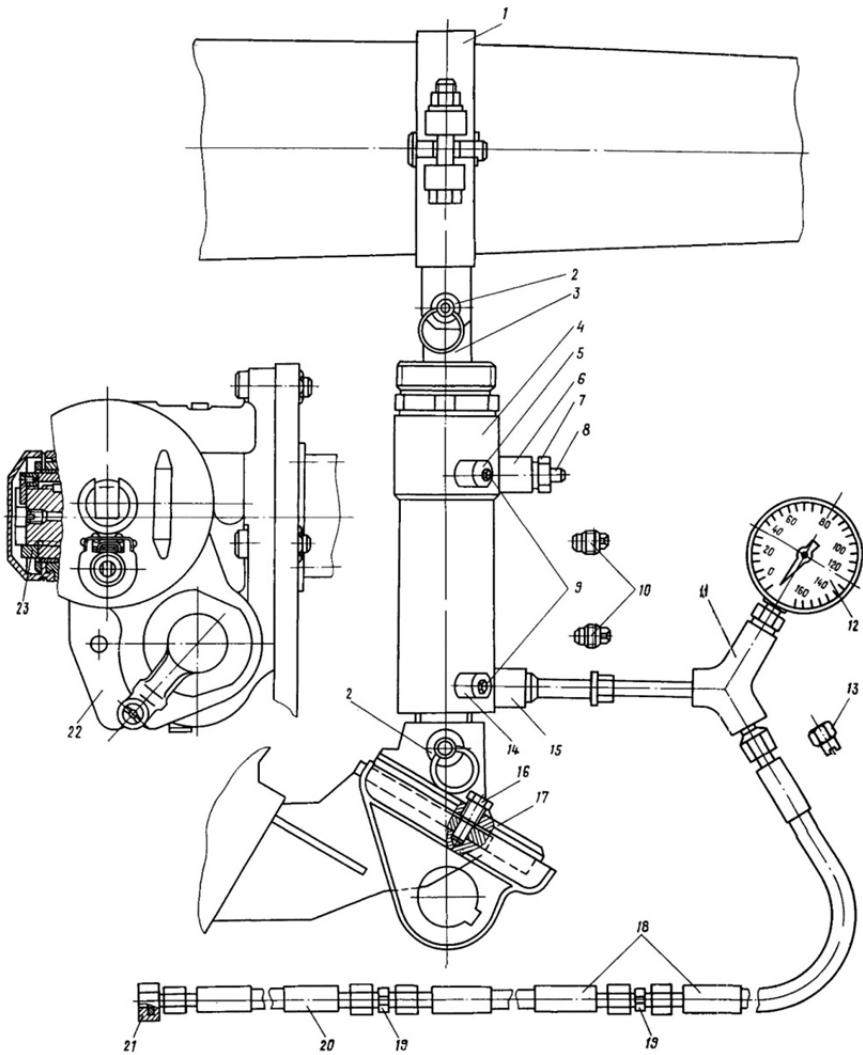

Рис. 2.6. Проверка момента срабатывания сдающего звена подъемного механизма:
1. Подготовить динамометр 4 (рис. 2.6) к работе, для чего: